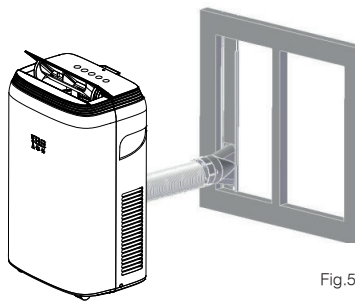

Fig.5
- Feche a janela e coloque a ponta do tubo de exaustão que contém o adaptador B no orifício da régua. (fig. 5)